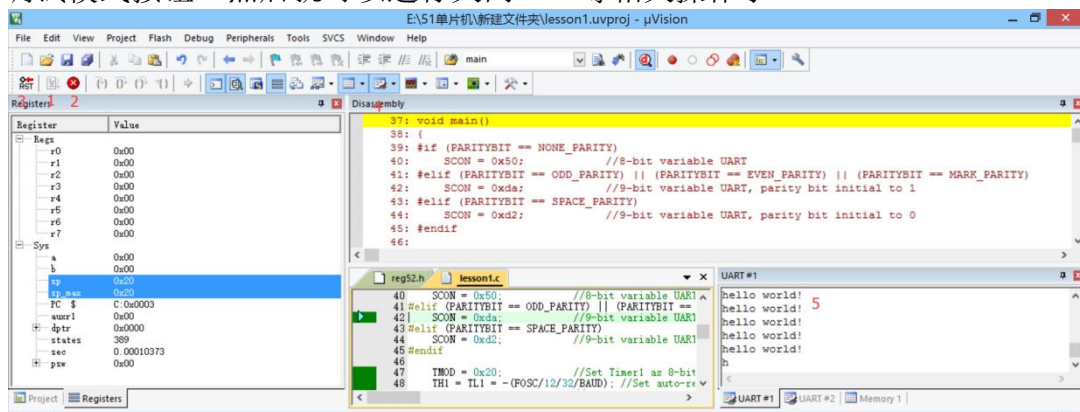

图2-60调试运行程序
(4) 调试。进入调试模式，软件窗口样式大致如图2-60所示。图中1为运行，当程序处于停止状态时才有效；2为停止，程序处于运行状态时才有效；3是复位，模拟芯片的复位，程序回到最开头处执行。按4可以打开5中的串行调试窗口，这个窗口可以看到从51芯片的串行口输入输出的字符，上面的第一个项目也正是在这里看运行结果。这些按钮在菜单中也有。首先按4打开串行调试窗口，再按运行键，这时就可以看到串行调试窗口中不断的打印“Hello World! ”。这样就完成了第一个C项目。要停止程序运行回到文件编辑模式中，就要先按停止按钮再按开启/关闭调试模式按钮。然后就可以进行关闭Keil等相关操作了。